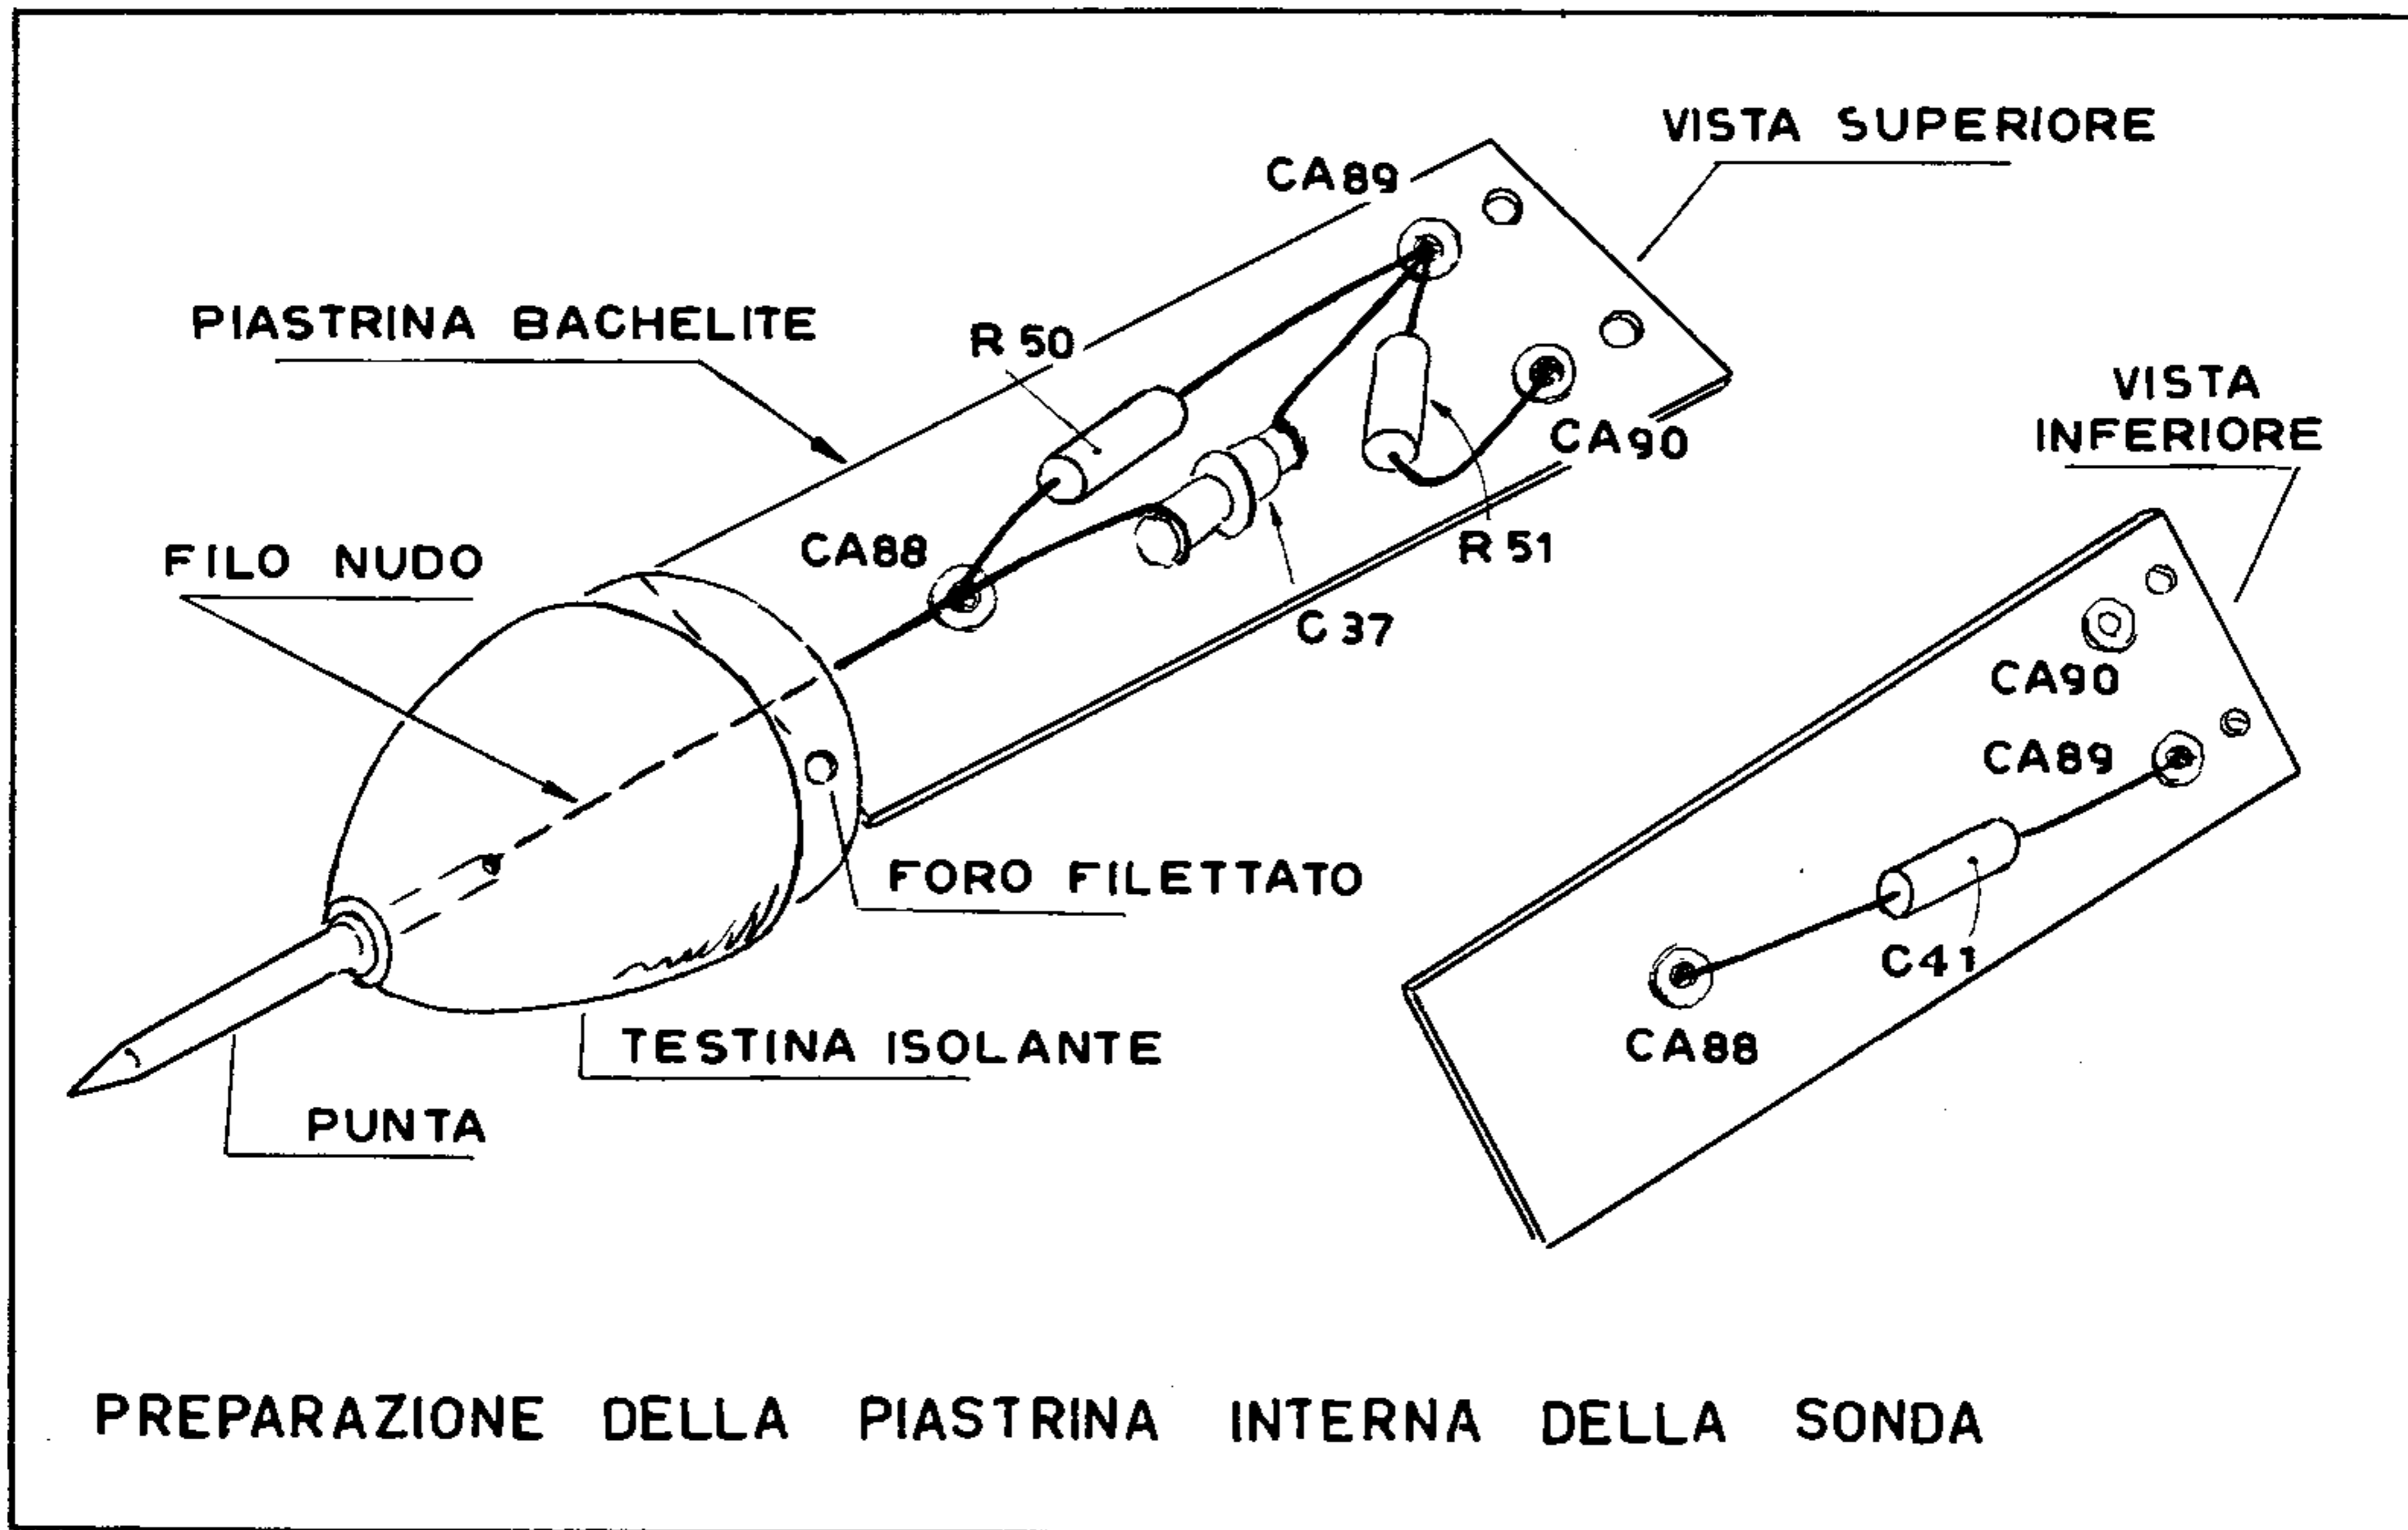

Fig. 9
a) - INFILI IL RESISTORE R50 ( $900 \text{ k}\Omega$  - 1/2 W) ED IL COMPENSATORE C37 ( $1 \div 10 \text{ pF}$ ) FRA GLI OCCHIELLI DEL CA88 E DEL CA89 SALDANDO SOLTANTO NEL CA88 (FIG. 9).
b) - INFILI IL RESISTORE R51 ( $90 \text{ k}\Omega$  - 1/2 W) FRA GLI OCCHIELLI DEL CA89 E DEL CA90 (FIG. 9) SALDANDO IN ENTRAMBI I PUNTI.
(FIG. 9).
f) - SALDI L'ESTREMO DEL FILO NUDO AL CASS, AVENDO CURA CHE LA PIASTRINA APPOGGI SULLA TESTINA ISOLANTE E CHE IL FORO FILETTATO APPAIA SUL LATO INDICATO IN FIG.9.